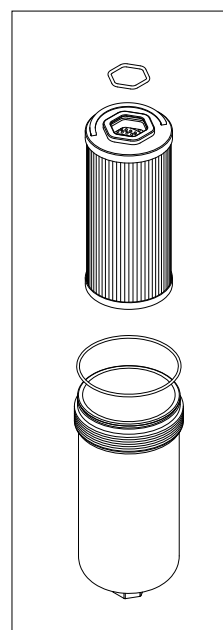

fig. 11
- (Fig. 11) Alloggiare l'O-ring nella gola del contenitore, inserire l'Esa-ring nel cerchietto dell'elemento filtrante